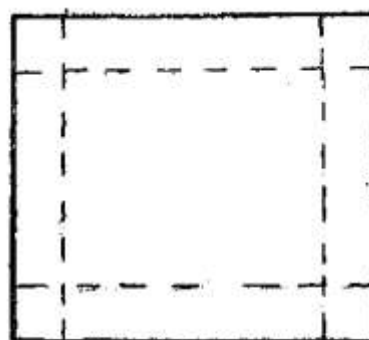
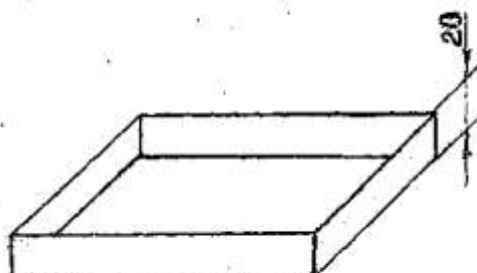

Рис. 2
Рис. 3
5. Способ разметки (рис. 2) и выполнения угловых соединений бортов (рис. 3) выбрать самостоятельно.